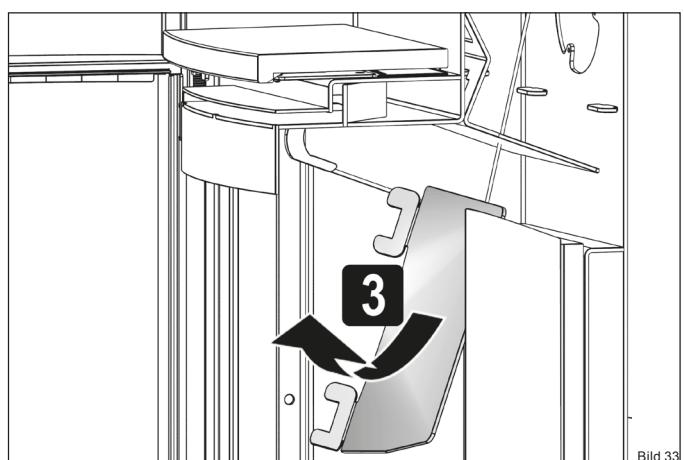

Bild 33
- Entnehmen Sie das Umlenkblech durch die hintere Öffnung (Bild 33).